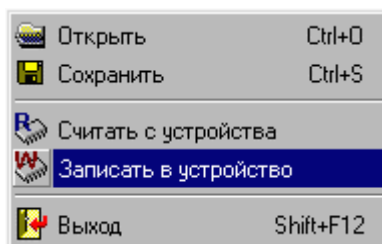

Рис. 4.34. Панель всплывающего меню (Запись конфигурации в прибор)
- или выбрать пункт всплывающего меню «Записать в устройство», для чего нажать правую клавишу мыши. Откроется панель всплывающего меню (рис. 4.34). Наложить указатель мыши на соответствующий пункт и нажать левую кнопку мыши.